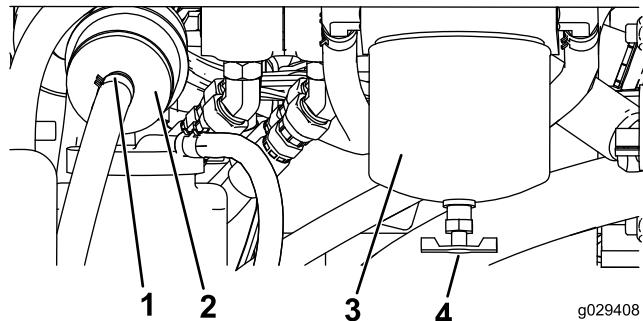

Рисунок 48
- Найдите топливный фильтр на задней стороне двигателя (Рисунок 48) и поместите под него чистую емкость.
- Найдите топливный фильтр на правой стороне двигателя (Рисунок 48) и поместите под ним чистую емкость.
- Очистите область крепления стакана фильтра (Рисунок 48).
- Снимите стакан фильтра и очистите монтажную поверхность (Рисунок 48).
- Вверните стакан фильтра вручную в монтажное отверстие. После соприкосновения прокладки с монтажной поверхностью доверните стакан еще на пол-оборота (Рисунок 48).
- Поместите встроенный фильтр под коробкой топливного фильтра (Рисунок 48) и отметьте направление стрелки потока на боковой стороне встроенного фильтра.
7. Ослабьте хомуты на обоих концах проходного фильтра и отсоедините от него шланги (Рисунок 48). Удалите в отходы фильтр.
8. Наденьте шланги на концы нового фильтра (Рисунок 48), убедившись в том, что стрелка на фильтре показывает в ту же сторону, что и стрелка на старом фильтре.